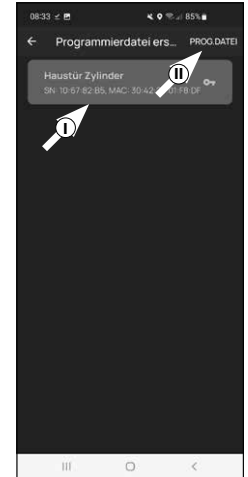

Abb. 6
- 2 Wählen Sie den Zylinder aus, für den Sie Informationen übertragen wollen (I) (Abb. 6) und danach auf „Prog. Datei“ oben rechts (II) (Abb. 6).